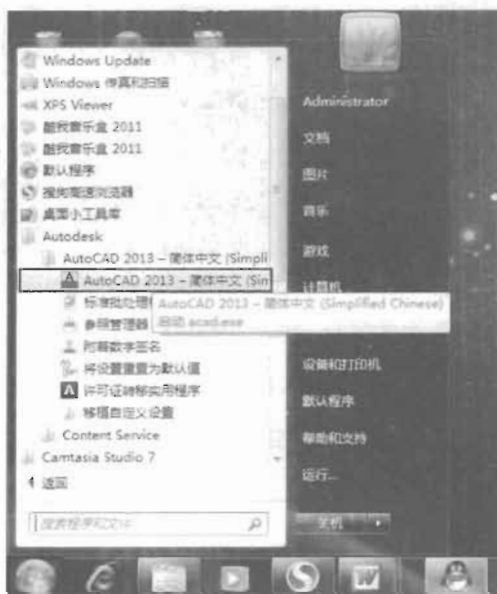

图 1-7
(1) 单击 Windows 7 操作窗口左下角的“开始”按钮。
(2) 在弹出菜单中的下方选择“所有程序”。
(3) 在“程序”的子菜单中选择 Autodesk 程序，然后在其子菜单中找到 AutoCAD 2013 应用程序，如图 1-7 所示。